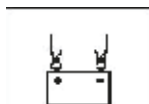

Fig.3
2. Qualora una delle clip non sia stata fissata correttamente al terminale della batteria, il display lampeggerà alternativamente tra Fig.3 e 4: provvedere al riposizionamento corretto delle clip sui poli della batteria per garantire un risultato dei test ottimale.